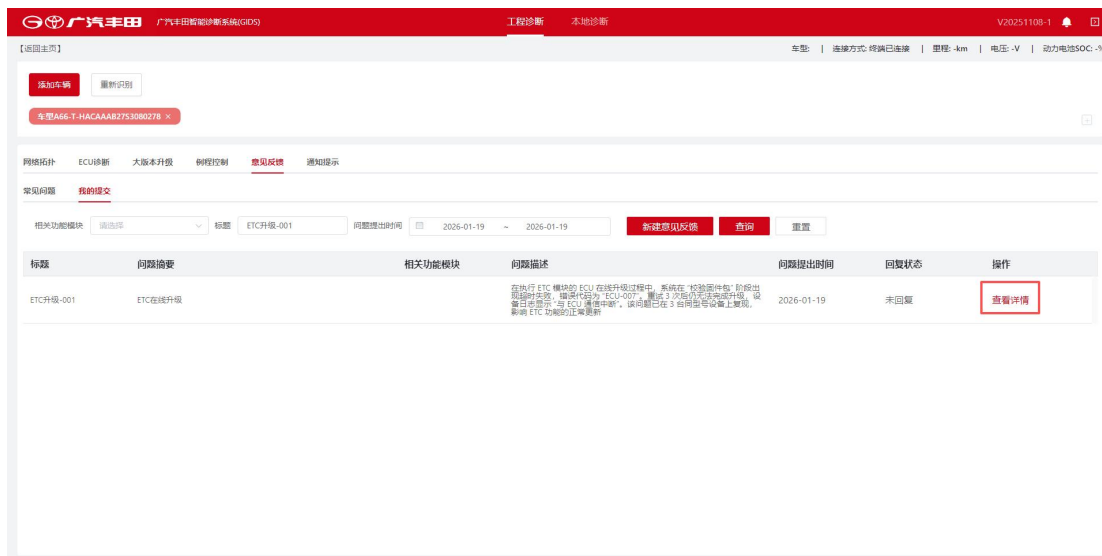
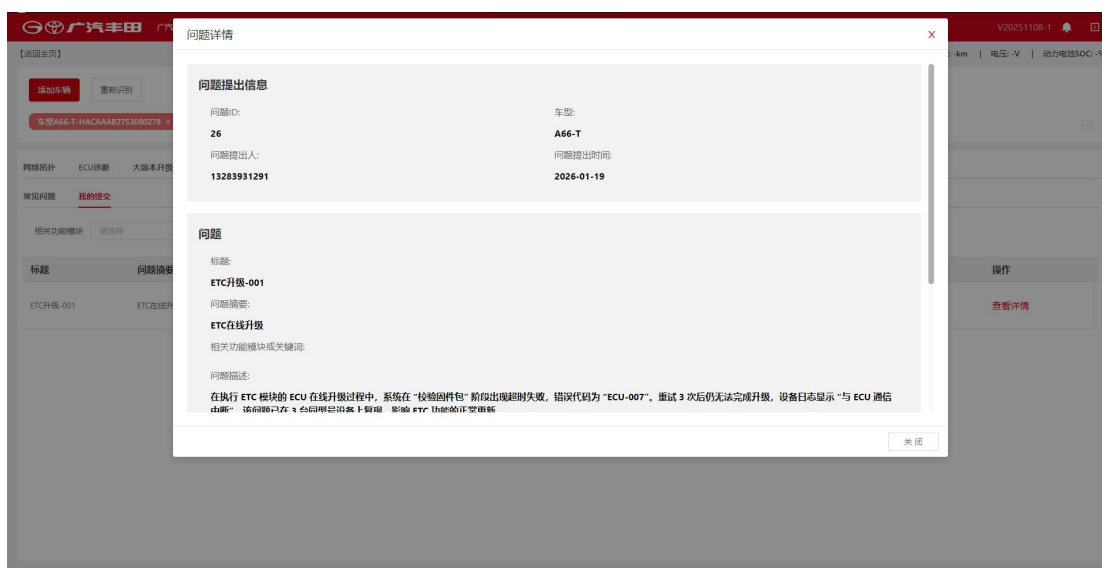

Рис. 8-7 Просмотр подробностей
Рис. 8-8 Подробности вопроса
3. В списке выберите запись из частых вопросов и нажмите «Просмотр подробностей», как показано на Рис. 8-7 Просмотр подробностей. Пользователь нажимает [Просмотр подробностей], чтобы открыть всплывающее окно и просмотреть подробности вопроса, как показано на Рис. 8-8 Подробности вопроса.